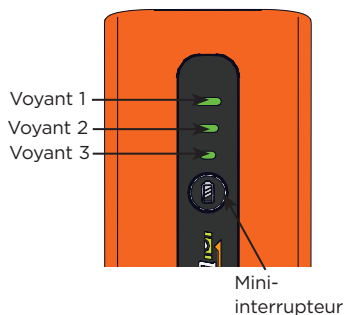

Figure 7
2. Contrôler l'état de l'indicateur de charge de la pile Li-ion. Appuyer sur le mini-interrupteur du boîtier de pile. Noter quels voyants s'allument. Voir la table ci-dessous pour déterminer l'état de puissance de la pile. Les voyants s'éteignent au bout de trois secondes. (Figure 7)